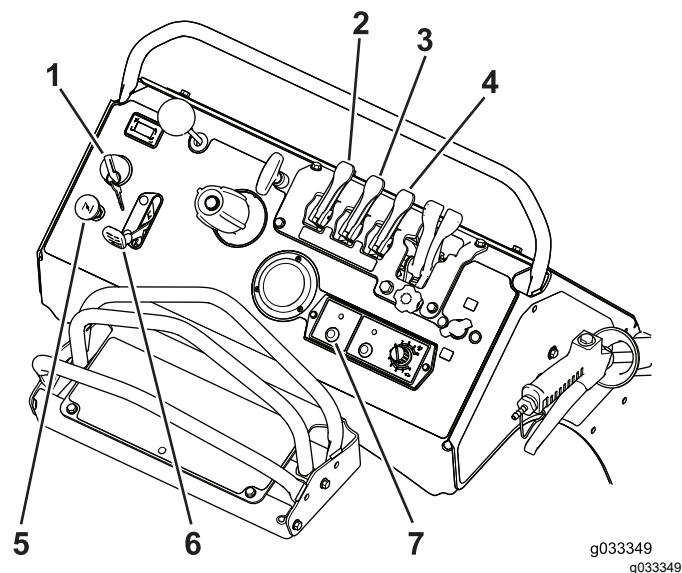

Figure 52
4. Placez la commande de pompe à la position MARCHE et réglez la commande d'accélérateur à la position HAUT RÉGIME (Figure 52).
5. Placez le levier d'agitation de la cuve en position MARCHE (Figure 52).
3. Serrez le frein de stationnement, amenez le levier de commande de direction/déplacement à la position POINT MORT et démarrez le moteur (Figure 52); voir Démarriage du moteur \(page 24\).
1. Tirez en arrière les leviers de pulvérisation étroite et large à la position MARCHE (Figure 52). Les buses vont alors commencer à pulvériser.
6. Déplacez les leviers de pulvérisation vers l'avant à la position ARRÊT, amenez la commande de pompe à la position d'ARRÊT et coupez le moteur (Figure 52).